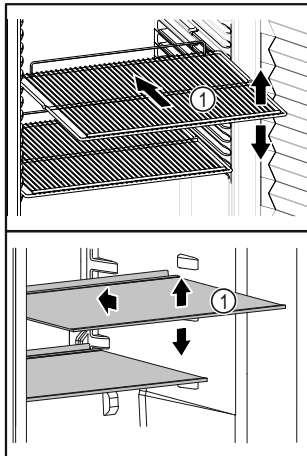

Fig. 88 Immagine a titolo di esempio
- ❑ Se i ripiani Fig. 88 (1) sono spostati, adattare i ripiani in base all'altezza.